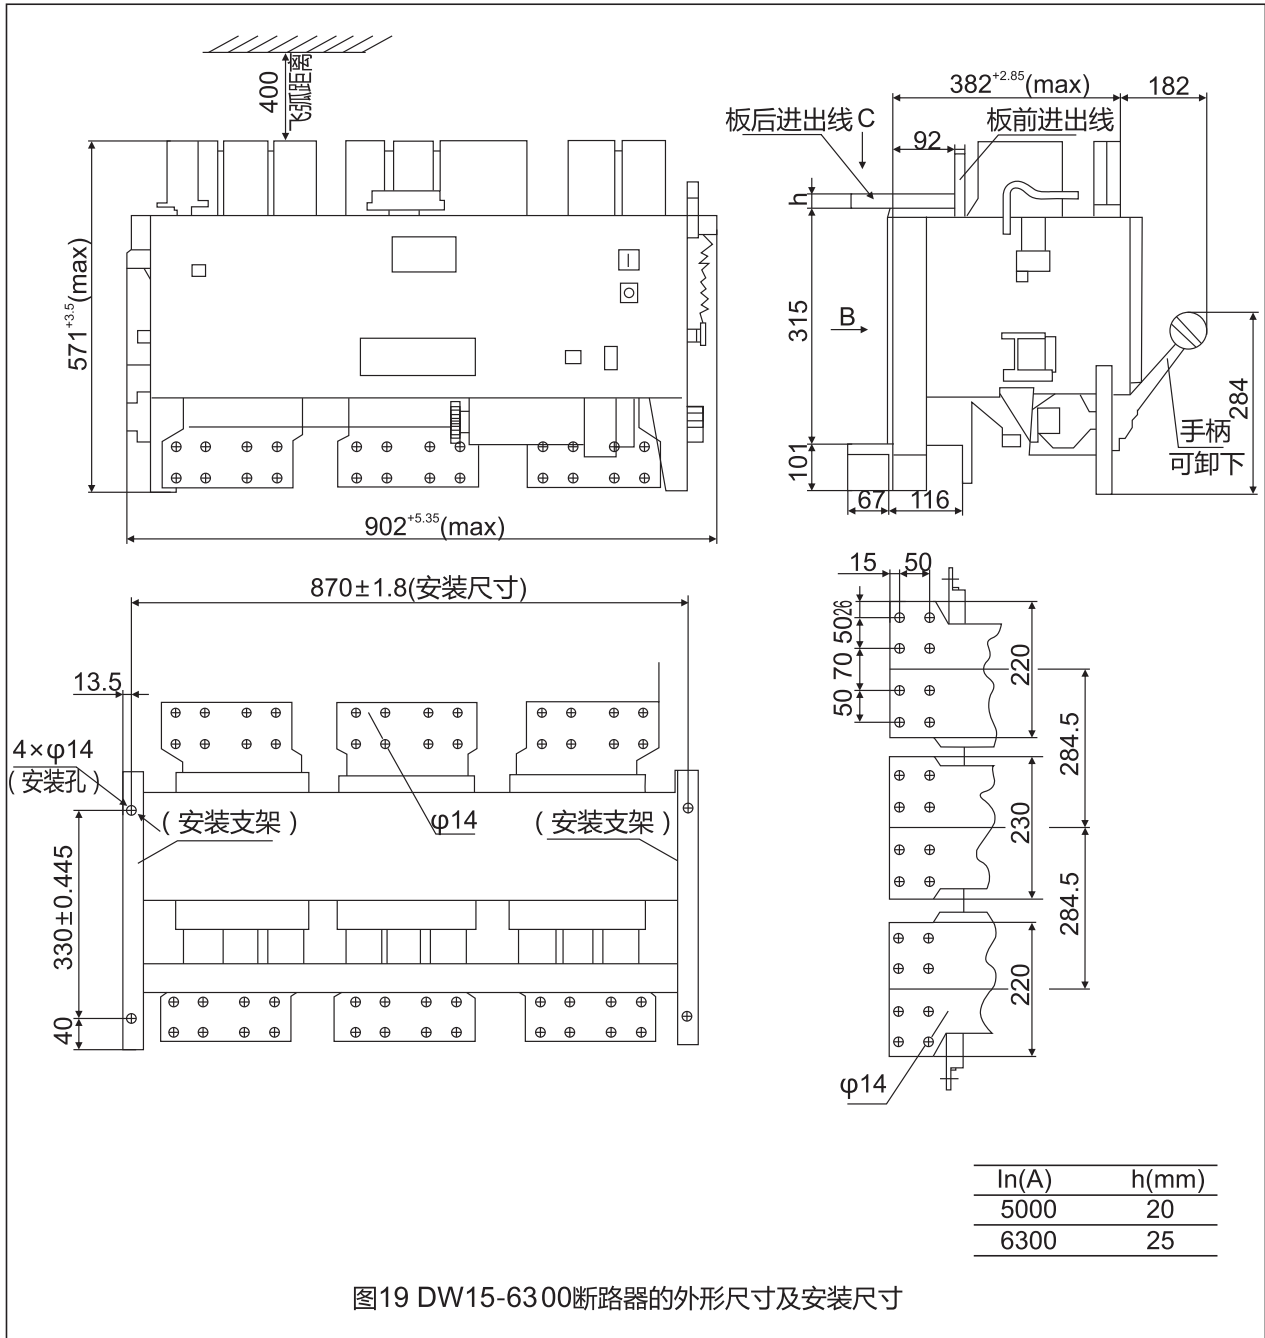

图19 DW15-6300断路器的外形尺寸及安装尺寸
8.4 DW15-6300断路器外形尺寸及安装尺寸见图19。